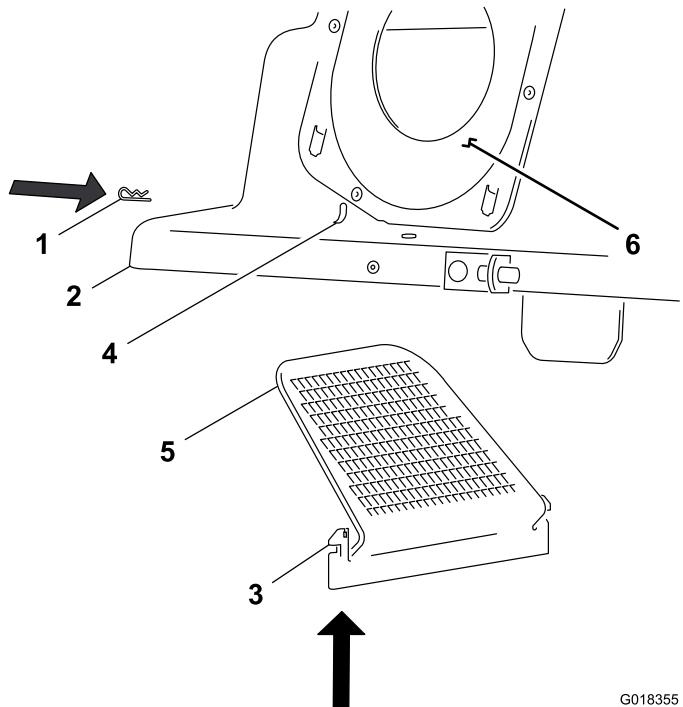

Figura 13
- Localice las ranuras del deflector en las paredes laterales delantera y trasera de la tapa del ensacador, y las pestañas de montaje del deflector de la tapa (Figura 13).
- Coloque la tapa con la junta del conducto a la izquierda, según se muestra en Figura 13.
- Alinee el deflector con la rejilla hacia arriba e inclinada hacia la izquierda (Figura 13).
- Introduzca el deflector en la tapa desde abajo (Figura 13).
- Alinee las pestañas de montaje del deflector con las ranuras del deflector de la tapa, y empuje las pestañas de montaje hacia arriba a través de las ranuras (Figura 13).